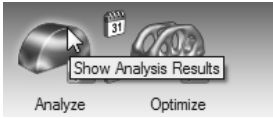

图 16-20
1) 选择结构仿真功能区中的显示分析结果工具，如图 16-20 所示。